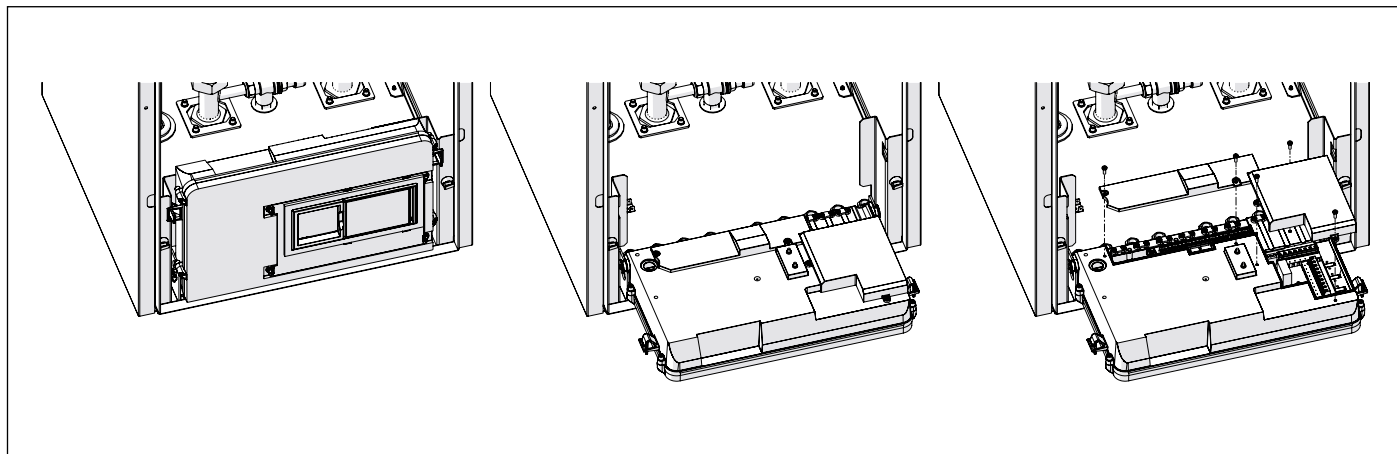

Fig. 32 Scatola elettrica
- Ruotare la scatola elettrica in avanti di 90° (vedi Fig. 32 Scatola elettrica).
- Togliere i due coperchi di copertura dei collegamenti elettrici esterni (A e B) svitando le viti che li fissano alla scatola elettrica (vedi Fig. 32 Scatola elettrica).